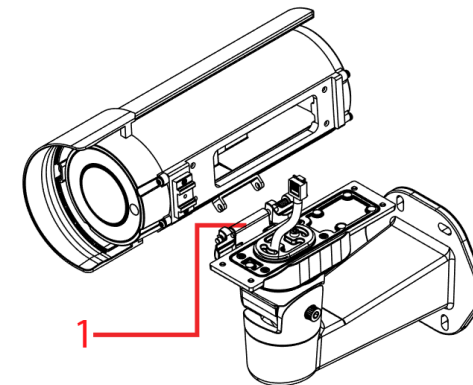

Figura 5
- B. Coloque la cámara sobre la articulación (1) (Figura 5) y suelte el pasador para fijar la cámara a la placa del brazo de montaje.